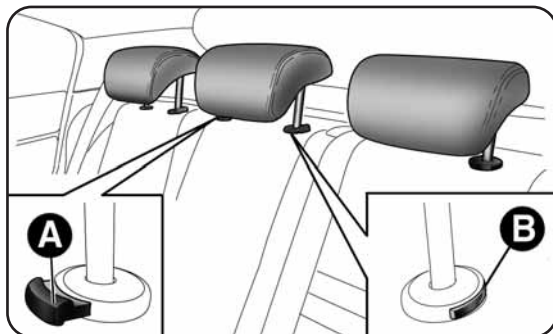

fig. 74
- soulever les appuis-tête jusqu'en butée, appuyer sur les deux boutons A e B-fig. 74 à côté des deux supports, puis extraire les appuis-tête en les tirant vers le haut ;